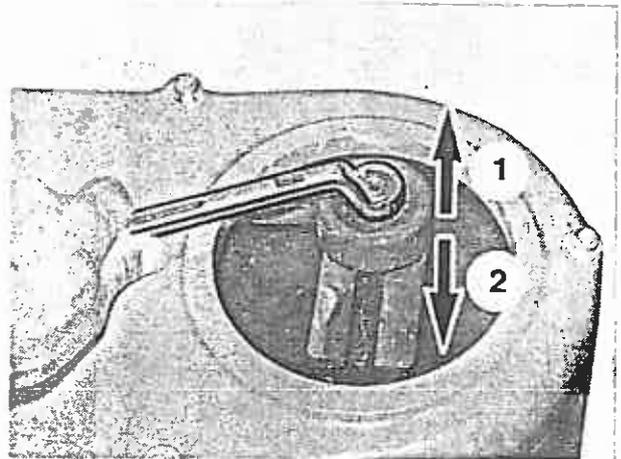

Bild 132
2. Zum Einstellen des Drehwinkels der Schnecke Lagerung der Zugstange lösen (Bild 132) und entsprechend versetzen (nach außen (Bild 132/1) größerer Drehwinkel, nach innen (Bild 132/2) kleinerer Drehwinkel).